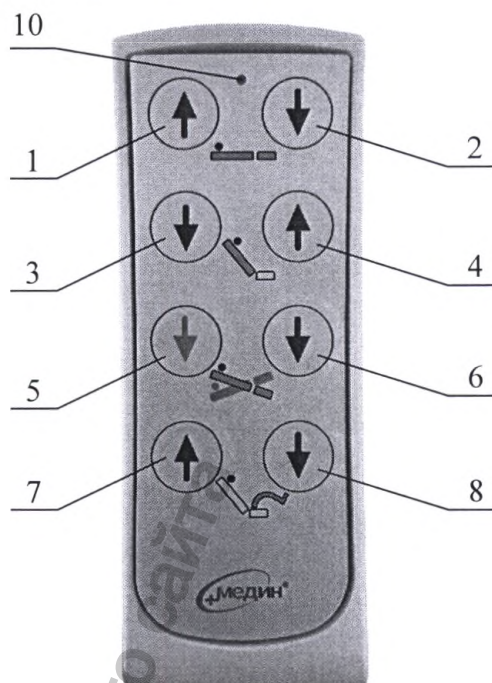

Рисунок 12. Пульт управления ручной беспроводной.
12. Пульт управления ручной беспроводной. (Рисунок 12).
Пульт работает от двух элементов питания (батареек) типа AAA, 1.5V. Чтобы установить или заменить элементы питания необходимо с обратной стороны пульта сдвинуть ползунок 1 (Рисунок 12а) в сторону значка «открытый замок» и снять крышку, подцепив ее плоской отверткой. Установите элементы питания согласно рисунку и закройте крышку.
Рисунок 12а. Установка (замена) элементов питания.